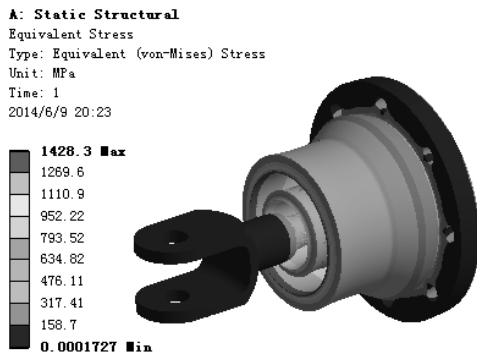

图 7.10.9 应力结果图解
(1) 求解分析。在顶部工具栏中单击  **Solve** 按钮求解分析。
(2) 查看应力结果图解。在“Outline”窗口中选中  **Equivalent Stress**，查看图 7.10.9 所示的应力结果，其最小应力为 0.0001727 MPa，最大应力为 1428.3 MPa。